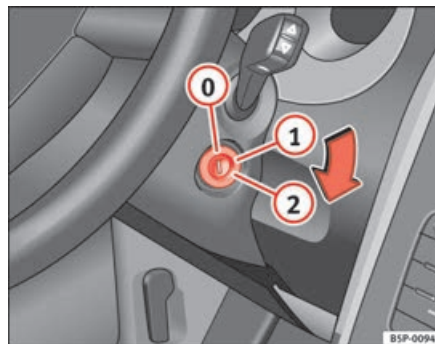

Fig. 137 Posizioni della chiave di accensione
In questa posizione ⇒ fig. 137 sia il motore che il quadro sono spenti e si può inserire il bloccasterzo.
- Girare la chiave fino alla posizione ⇒ pag. 169, fig. 137 ①. La spia  si accenderà nel caso di preincandescenza del motore.
- Quando la spia si spegne, mettere in moto girando la chiave nella posizione ②, senza dare gas.
- Girare la chiave fino alla posizione ⇒ pag. 169, fig. 137 ①.